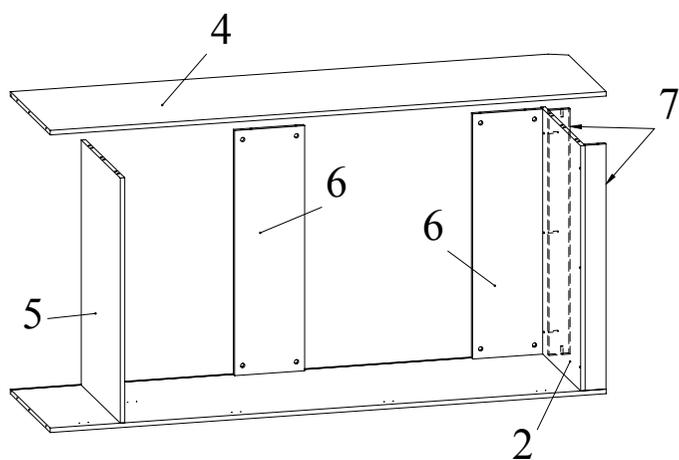

Рис.5
8. Установить боковину 4 на дно 2, царги 6 (2 шт.), полку 5 и зафиксировать, повернув конфирматным ключом головки минификсов по часовой стрелке до упора (Рис. 5).